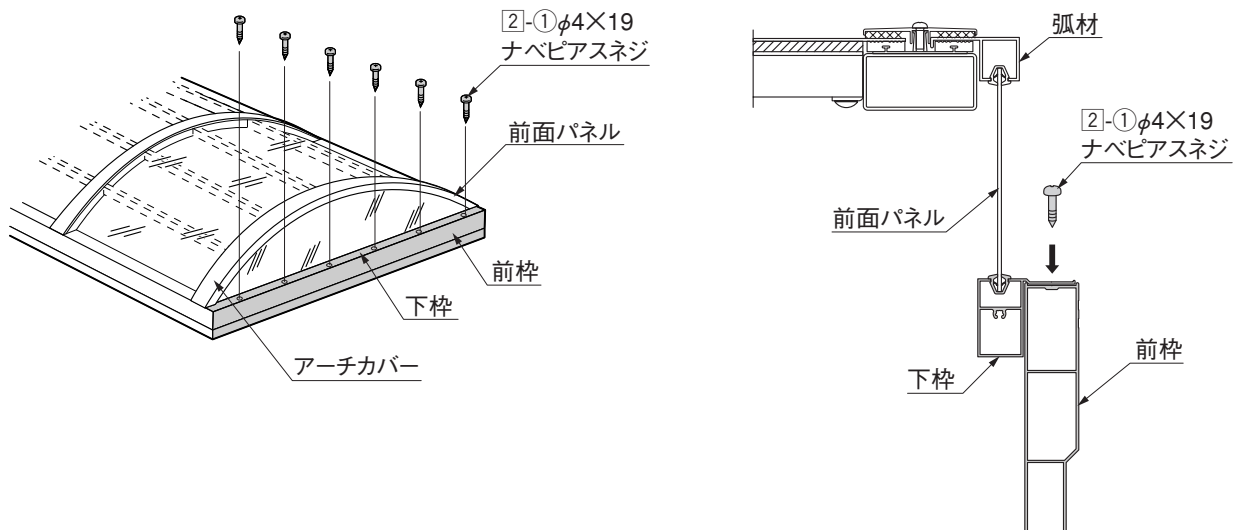

図2-3 ネジ止め位置図
- 1 ②-①で下枠を前枠に取付けてください。(図2-3参照)